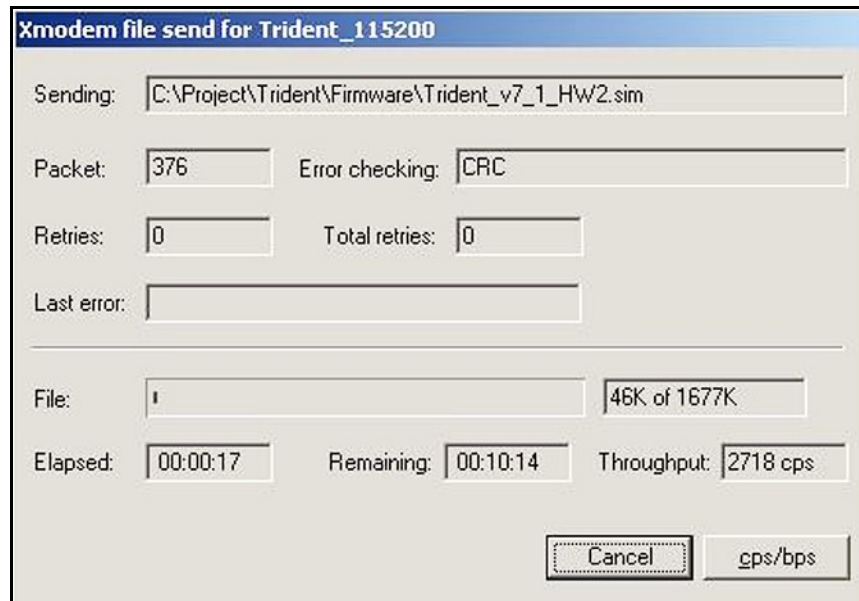
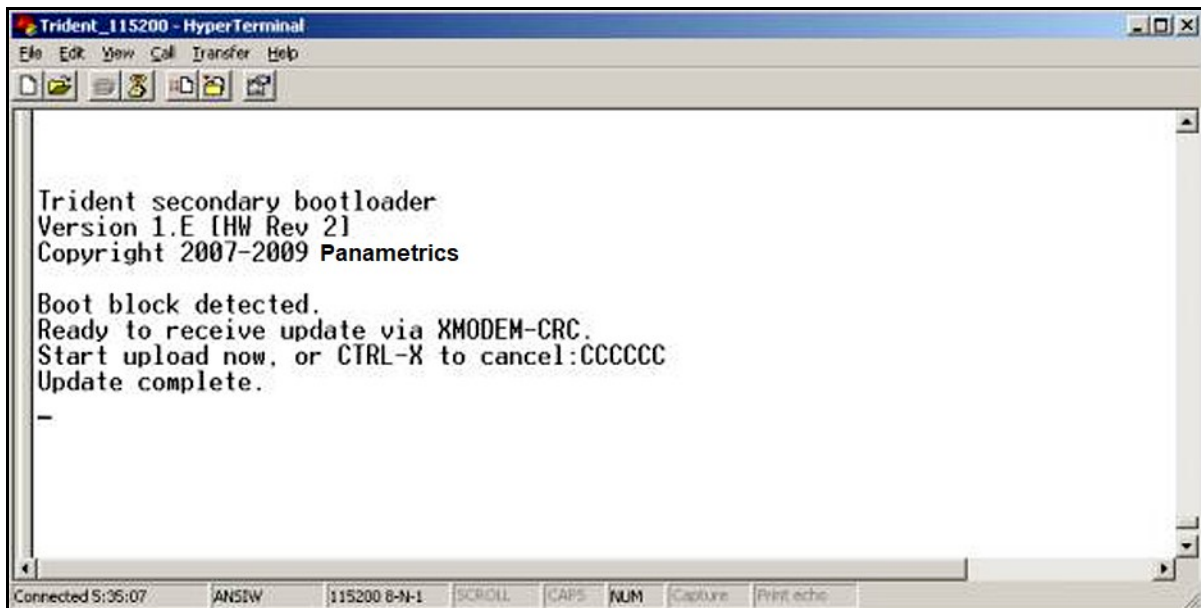

Figura 50: Ventana de estado de la transferencia del Sentinel LCT4
Figura 51: Ventana de estado de la transferencia de la PC
- En Hyperterminal, seleccione *Transfer* (Transferir) y, a continuación, *Send File* (Enviar archivo). El protocolo debe ser Xmodem. Utilice *Browse* (Examinar) para ubicar el archivo, que tendrá la extensión .cod. Haga doble clic en el archivo y haga clic en el botón *Send* (Enviar). Ambas pantallas, la del **Sentinel LCT4** (Figura 50 a continuación) y de Hyperterminal (Figura 51 a continuación) deben mostrar el estado de la transferencia.